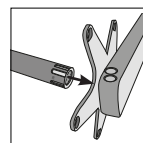

fig. 1
1. Inserire a fondo il lato destro del perno (indicato con la lettera "R" sulla brocciatura) nella pedivella MEP destra (fig. 1).